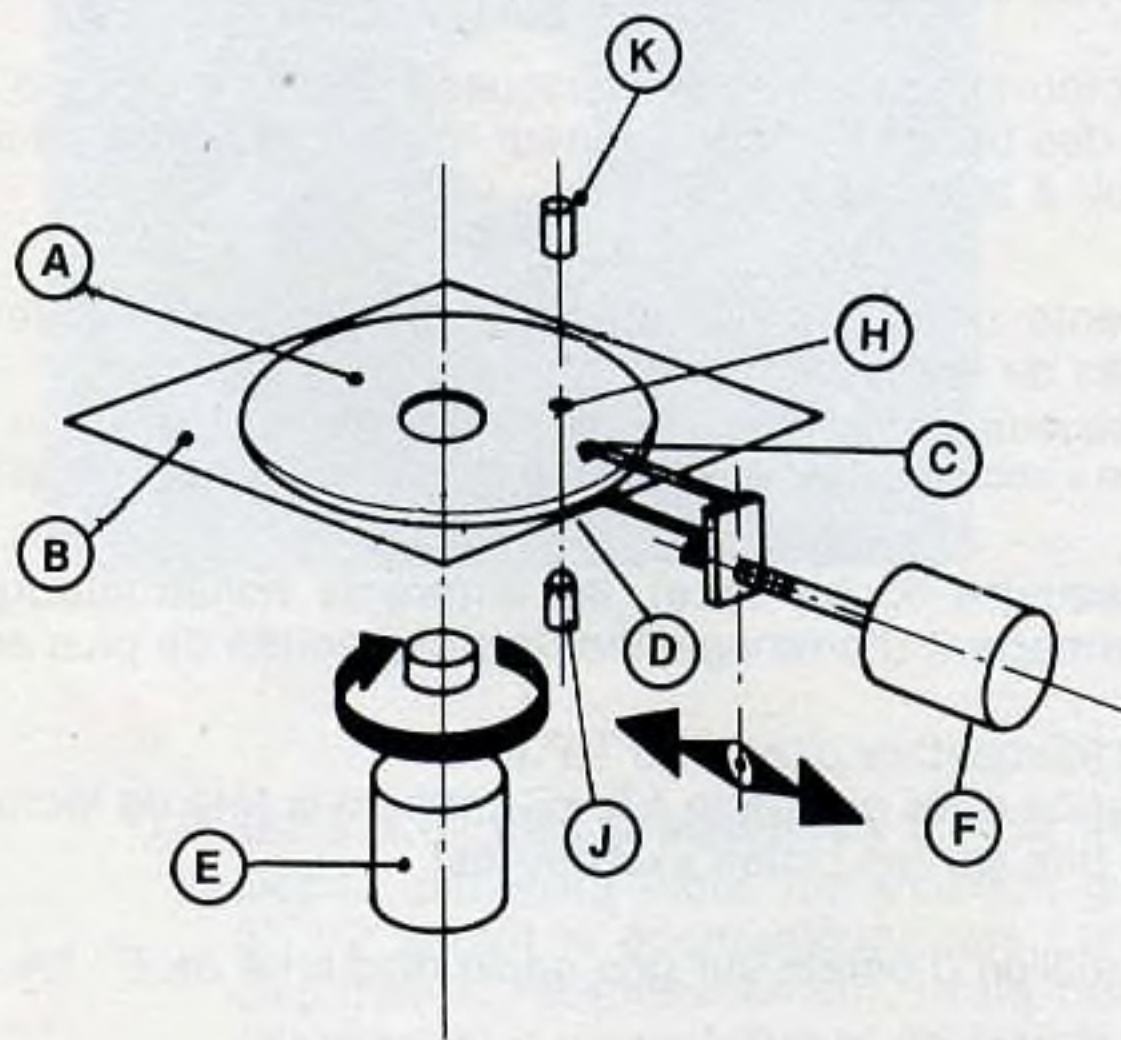

Figure 3
Les figures 3 et 4 représentent une disquette introduite dans un lecteur/enregistreur (un « drive »). Pour simplifier, nous avons supposé que l'on a à faire à une disquette ne comportant d'oxyde métallique que sur une face et un drive ne comportant qu'une seule tête d'écriture/lecture.
Sur le croquis de la figure 3, un moteur (F) attaque un système vis-écrou portant la tête de lecture/écriture (C) et le patin presseur (D).